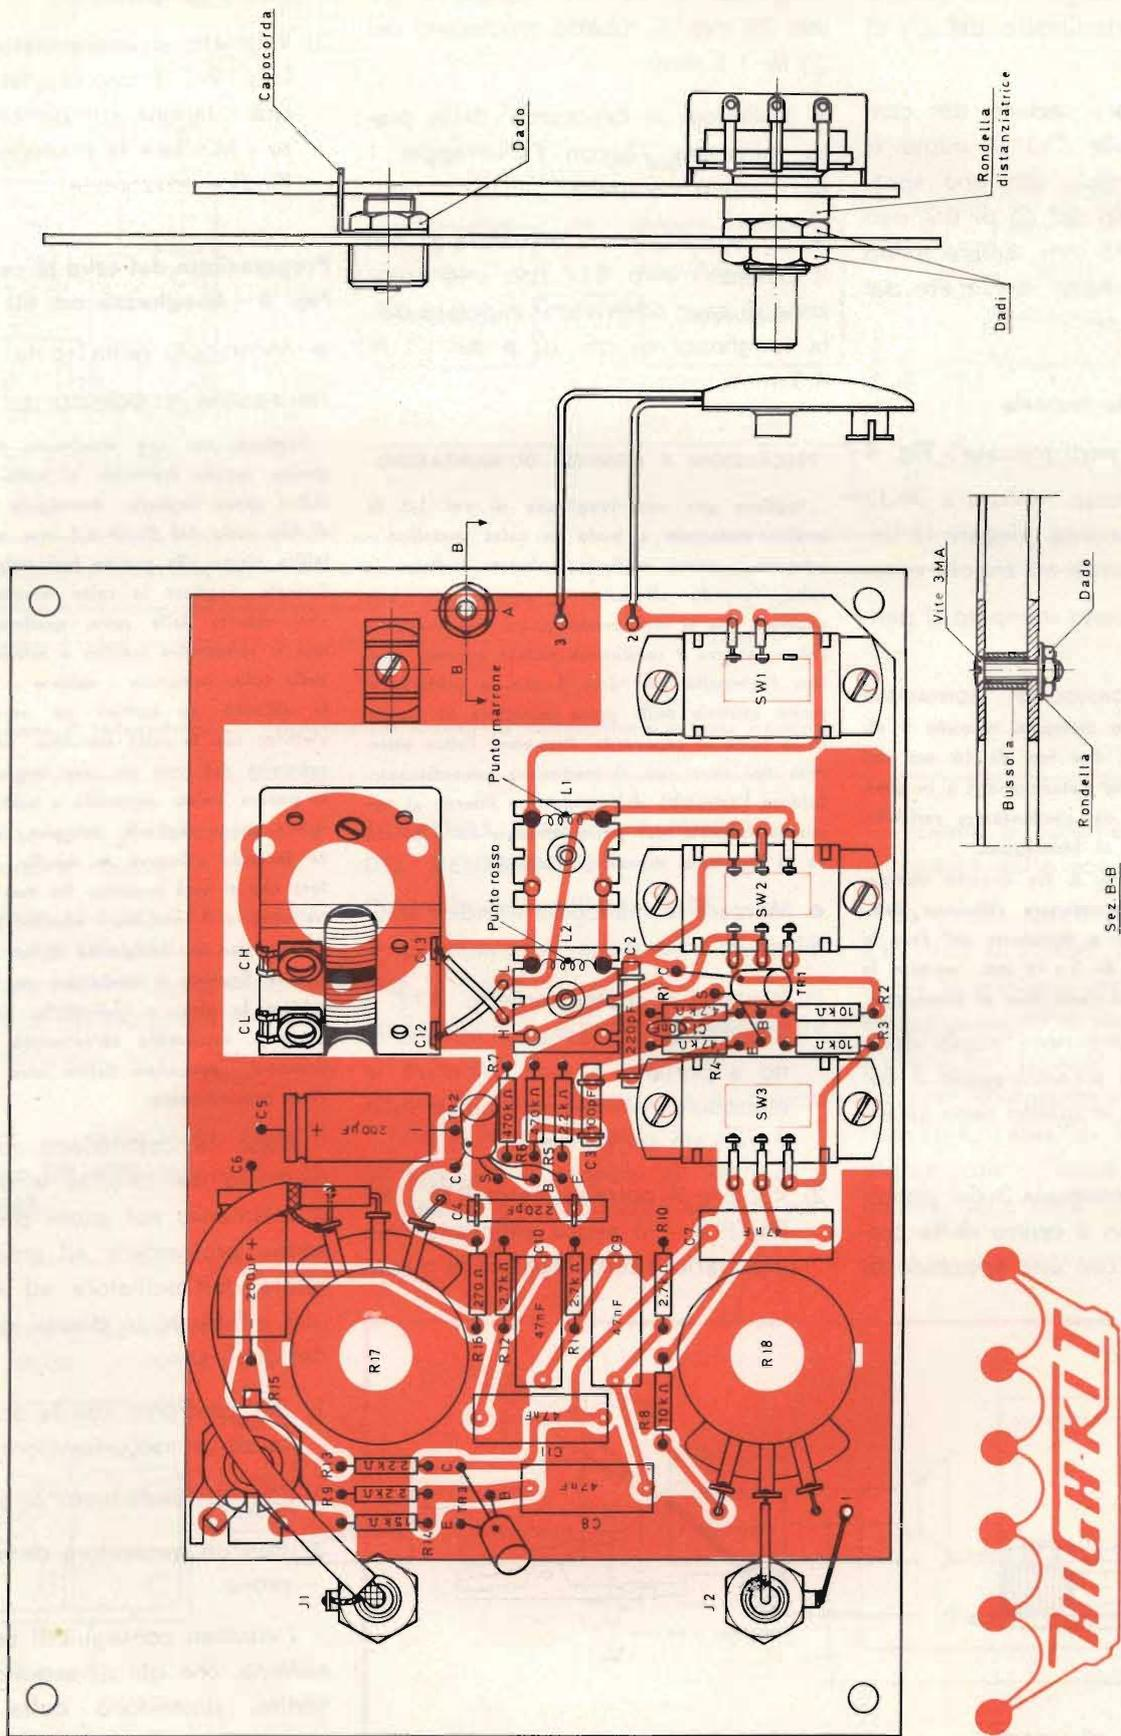

Fig. 4 - Asieme di montaggio dei componenti
I FASE - Montaggio dei componenti sul circuito stampato - Fig. 4
Per facilitare il montaggio la fig. 4 mette in evidenza dal lato bachelite la sistemazione di ogni componente.
- Montare il clips a molla - fig. 4 - orientandolo secondo il disegno e fissandolo con una vite da 3 x 6 mm, rondella e dado.
Montaggio delle parti staccate - Fig. 4